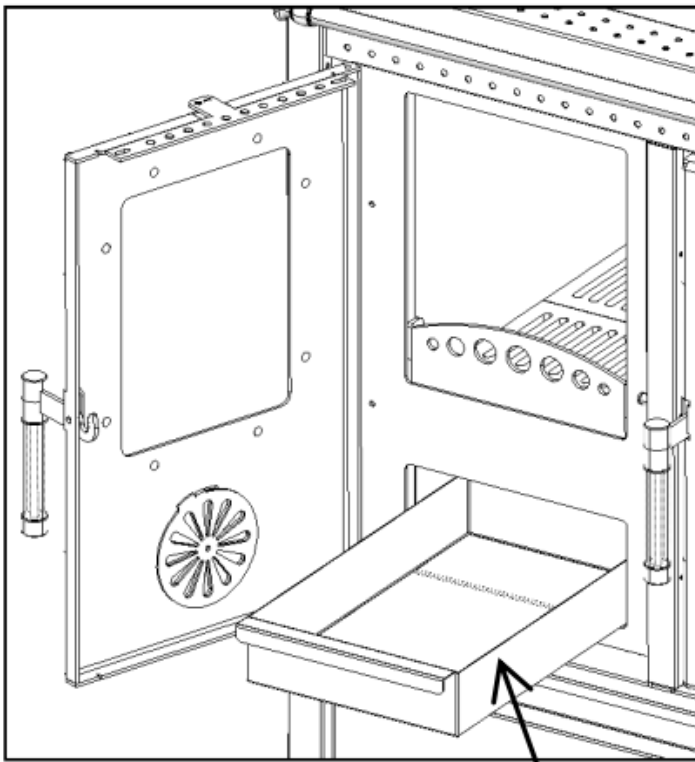
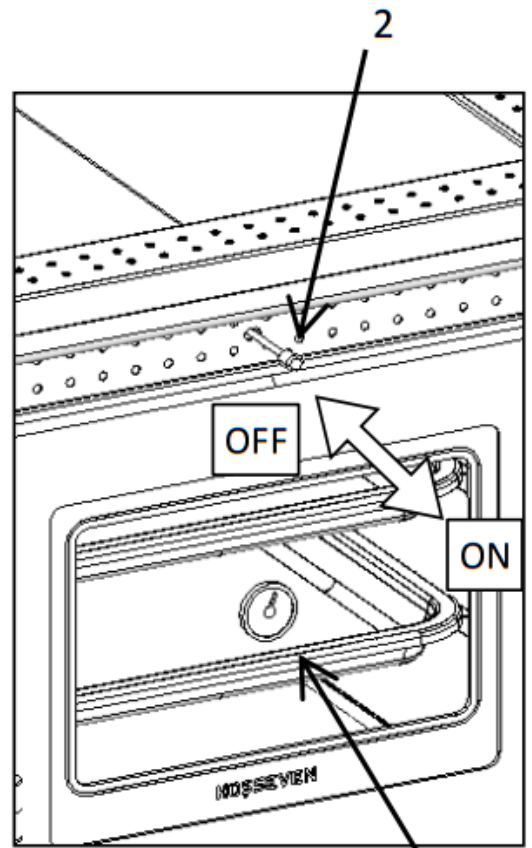

FIGURE-1
FIGURE-2
6. İlk yakma işleminde primer hava klapesi (6) ve sekonder hava klapesi (5) ve baca klapesi (2) tam açık konumda olmalıdır. Odun tam olarak yanmaya başladıktan ve rejime girdikten sonra primer hava klapesi (6) ve baca klapesi (2) kapatılarak sadece sekonder hava klapesi (5) açık tutulabilir.(Figure-2 ve 4)
8. Üst kısımda Ocak pozisyonunda yemek pişirmek için baca klapesini (2) tam açık konuma getiriniz. (Figure-2)
9. Fırında yemek ısıtmak için Baca klapesini (2) tam kapalı konuma getiriniz (Figure-2). Fırına konulan yemeğin üst tarafının daha çok ısınması için baca klapesini (2) tam açık konuma getiriniz. (Figure-2)
10. Fırın sıcaklığını Termometre (3) ile takip edebilirsiniz. Termometrenin çalışma aralığı geniş olduğundan mevsimsel sıcaklık farklılıklarına göre gösterdiği sıcaklıkta ± 30 derece sıcaklık farklılık oluşabilir.
11. Günlük temizlik için; yanma odasındaki döküm ızgaralar üzerindeki küller küllüğe (1) dökülür. Küllük içindeki küller hergün boşaltılmalıdır. (Figure-1)